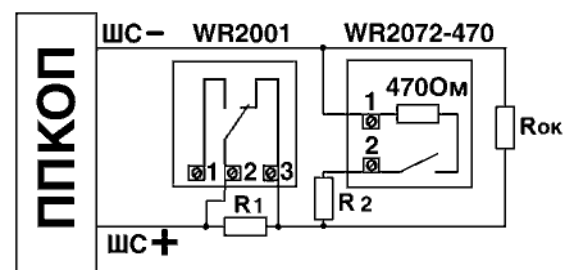

Рис. 2. Подключение извещателей серии WR2000 к приемно-контрольным приборам ООО «Аргус - 2АР»
- Ручные извещатели WR2001/SR включаются в шлейф последовательно или параллельно. При последовательном включении используются нормально замкнутые контакты 2, 3 извещателя с шунтированием их резистором R1 2 кОм, при параллельном включении используются нормально разомкнутые контакты 1, 2 с последовательно включенным резистором 2 кОм. В извещателе WR2072/SR-470 в дополнение к резистору 470 Ом устанавливается резистор R2 1,5 кОм (рис. 2).